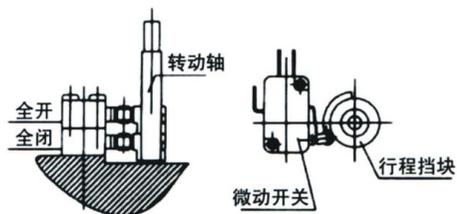

图6
1、极限位置开关的调整 (图 6)
- ① 将阀门手动至全关闭位置。
- ② 松开下行行程挡块固定螺钉，转动下面挡块，使下行行程开关动作，微动开关动作时会发出“咔嚓”声响，然后固定螺钉。
- ③ 全开位置调整方法向上。